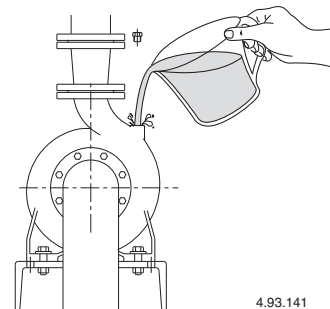

Bild 3 Fyllning.
**När pumpen är monterad ovanför vätskenivån** (sugande funktion) skall pumpen fyllas genom påfyllningspluggen (**bild 3**).